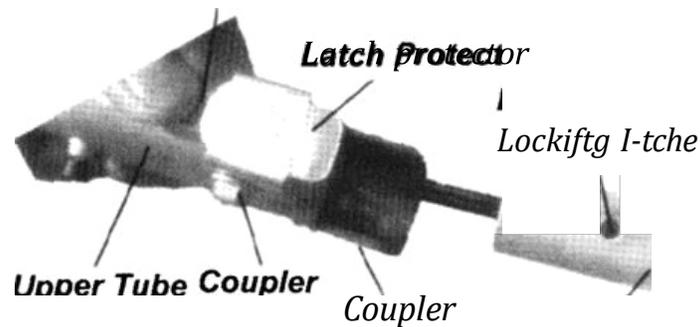

Figura 12
3. Presione el cerrojo e inserte el cabezal/conjunto del tubo inferior en el acoplador hasta que llegue al fondo. Suelte el cerrojo. Mueva el conjunto del tubo superior hacia atrás y hacia adelante hasta que se asegure de que encaja en su lugar por el seguro del acoplador. Vea la Figura 12.